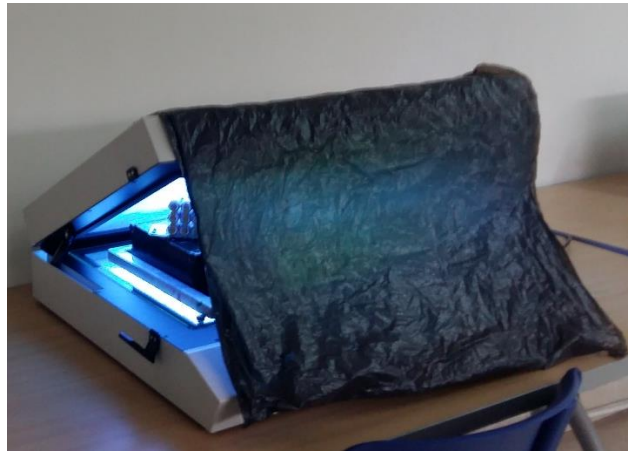

Figura 19. Exposición del arte en la insoladora.
- El tiempo de secado también depende de la mezcla fotosensible que está en la tela del bastidor exponiéndose en la insoladora, ya que si esta sustancia es nueva el tiempo será más corto por lo contrario si la sustancia lleva vario tiempo almacenada y sin usar tardará más tiempo su activación. En la figura 19 se observa la máquina insoladora realizando el revelado, se utiliza la bolsa negra para evitar la exposición de los rayos UV, ya que son dañinos para la vista.